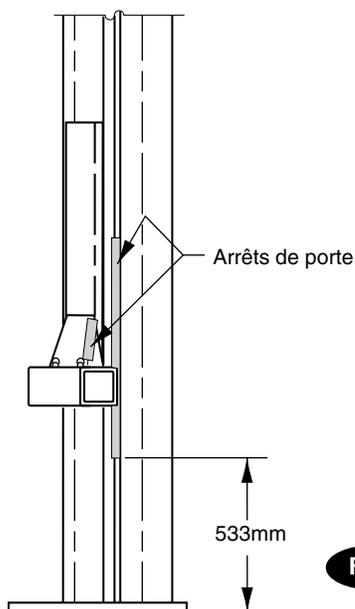

Fig. 32
- 1) Presser les arrêts de porte sur le bord de la colonne et le chariot, Fig. 32.
Remarque: Selon le(s) type(s) de véhicule utilisé(s), il peut s'avérer nécessaire d'installer les arrêts de porte à d'autres endroits. La configuration illustrée à la fig. 32 est fortement recommandée.